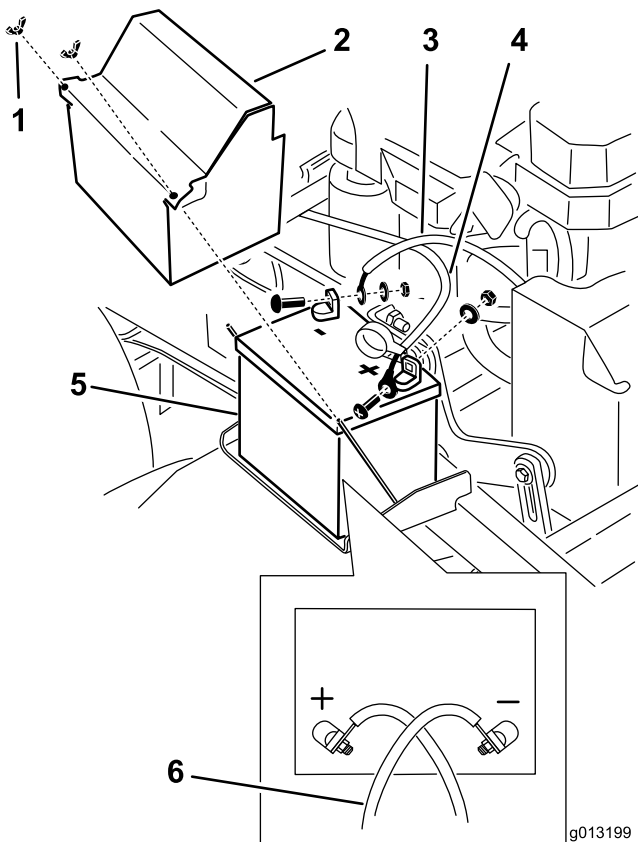

Figura 52
3. Desligue o cabo negativo da bateria do terminal negativo (-) da bateria (Figura 52).
5. Retire o cabo positivo (vermelho) da bateria (Figura 52).
6. Retire a placa de suporte da bateria e retire a bateria (Figura 52).
1. Coloque a bateria na máquina (Figura 52).
3. Instale o cabo positivo (vermelho) da bateria no terminal positivo (+) da bateria com uma porca, anilha e perno (Figura 52).
5. Instale o cabo negativo da bateria e o cabo de massa no terminal negativo (-) da bateria com uma porca, anilha e perno (Figura 52).
Nota: Os cabos da bateria cruzam-se quando estão corretamente instalados (Figura 52).